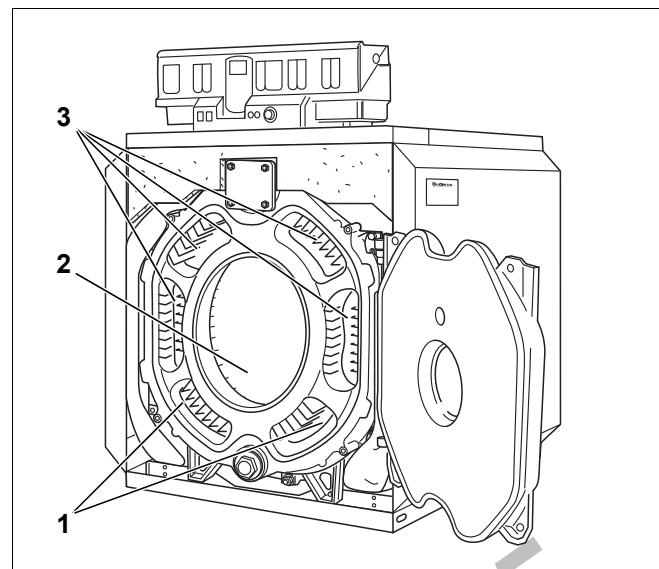

Рис. 54 Чистка газоотводящих каналов
- ▶ Газоотводящие каналы рис. 54, [1] и [3] чистят щётками 1 и 2 (ёл. 53) спереди назад.
- ▶ Остальные поверхности топочной камеры рис. 54, [2] чистят щёткой 2.
- ▶ Очистите нижние газоотводящие каналы спереди щёткой 2 рис. 54, [1].